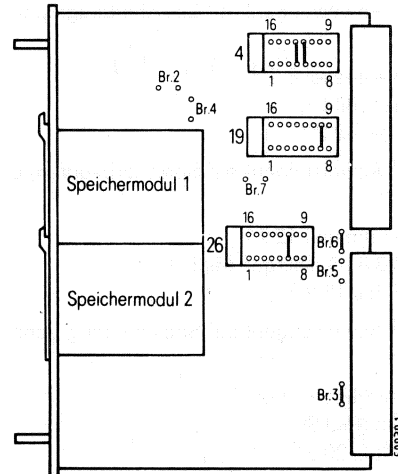

Bild 5 Speicherbaugruppe 350/1
- Brücken 4.4-13 und 4.5-12 einlegen (Bild 5).
- Brücke 19.7-10 einlegen (Bild 5).
- Brücke 26.6-11 einlegen (Bild 5).